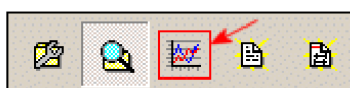

Рисунок 13.
3.2 Для оптимизации работы привода (инвертора) в программу встроена функция *Осциллограф*. Её вызов возможен как из главной навигационной панели программы (*Просмотр - Осциллограф*), так и из дополнительного меню (рис. 13).